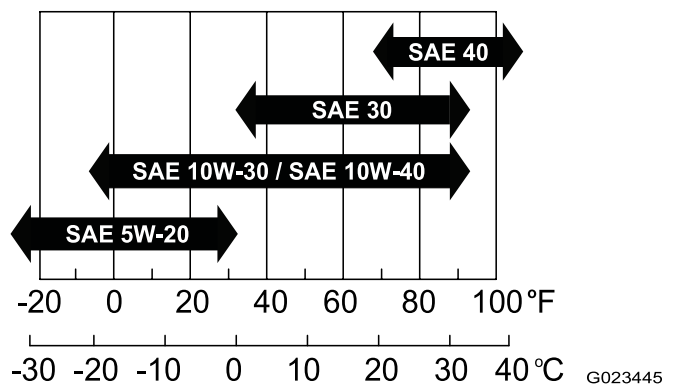

Bild 35
- **Viskosität:** SAE 30. In der folgenden Tabelle finden Sie andere Viskositäten (Bild 35):